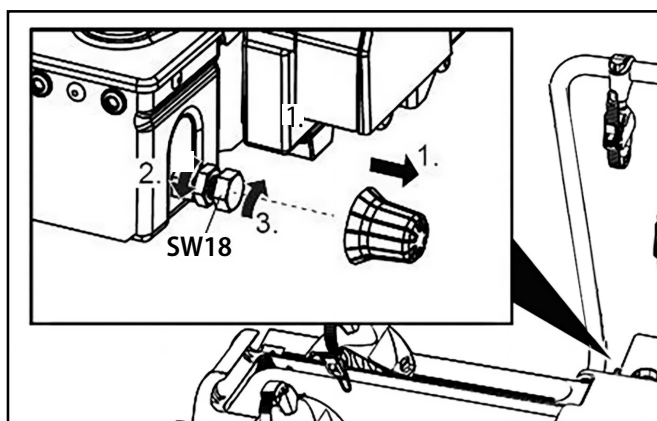

Figura 13: Regolazione della chiusura rapida
- Allentare leggermente il contro dado (Figura 13).
- Ruotare la vite di regolazione di un quarto di giro (Figura 13).